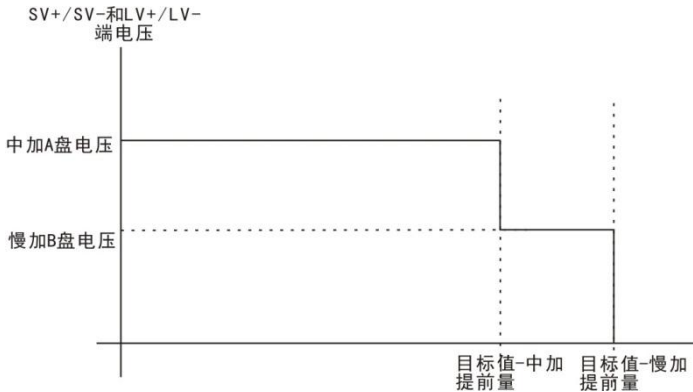
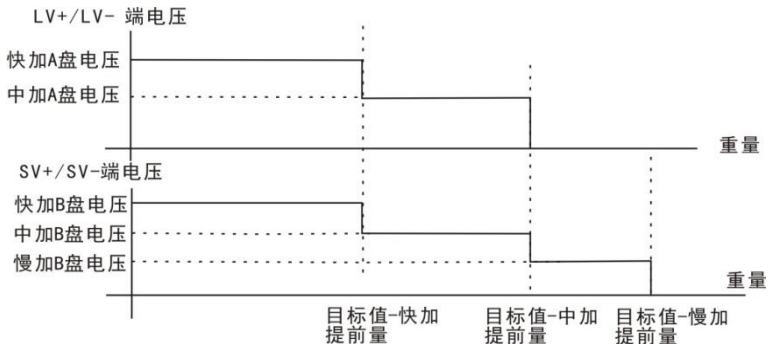

图 1: 单振盘给料模式 0
图 7：双振盘三级给料模式
自查找和参数自修正，所有的配方参数（包括 5 个电压值，3 个给料提前量）都需要手动填写。给料电压变化曲线见图 7。
- 2) **加料**: 模块将根据设置的振盘模式进行加料,各模式加料电压变化情况参考图 1-图 7。
①**电机卸料**: 当用户选择为电机卸料模式时,“卸料”信号有效进行卸料,如果电机报警时间(PLC 地址 400155)设置为 0,走完卸料保护时间(PLC 地址 40218)后,若检测到“到位”信号,则后关闭“卸料”信号。如果电机报警时间设置不为 0,则在检测到“到位”信号之前,电机运行超过电机报警时间,就报警关闭卸料信号,并停机。
②**气动卸料**: 当用户选择为气动卸料模式时, “卸料”信号有效后, 经过设置的“卸料时间(地址 0046 (PLC 地址 40047) 设置值)”后关闭卸料信号。
③**电机正反转卸料** (M: 正转, N: 反转); 当用户选择为电机正反转卸料模式时, “卸料”信号有效“卸料 L”和“卸料 M”进行卸料, “卸料 M”经过设置的“卸料时间(地址 0046 (PLC 地址 40047) 设置值)”后无效(正转停止)“卸料 N”有效(电机反转), 如果电机反转超时报警开关关闭, “卸料 N”和“卸料 L”直到检测到“到位”信号或者电机运行超过电机运行超时报警时间后无效。如果电机反转超时报警开关打开, 在“卸料 N”和“卸料 L”直到检测到“到位”信号前, 电机运行超过电机运行超时报警时间, 则报警停机。